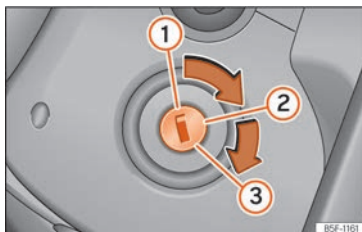

Fig. 129 Posiciones de la llave de contacto.
Posiciones de la llave » **fig. 129**
- Gire la llave a la posición » fig. 129 ②.
- Siga girando la llave a la posición » fig. 129 ③ sin pisar el acelerador.
- Una vez se ponga el motor en marcha, suelte la llave. Al soltarla, la llave vuelve a la posición ②.
- Vehículos con cerradura de encendido: Gire la llave hasta la posición » » » fig. 129 ①.